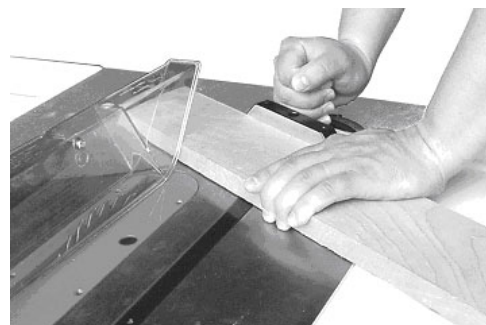

Рисунок 35
*Поперечный распил* – поперечный распил, выполняемый под углом к кромке заготовки, называется спилом под углом 45 градусов. (Рисунок 35). Установите инструмент для распила под углом под требуемым углом. Зафиксируйте положение углового инструмента и выполните распил, схожий с обычным поперечным распилом, за исключением того, что заготовку необходимо удерживать особо сильно для предотвращения ее сползания.